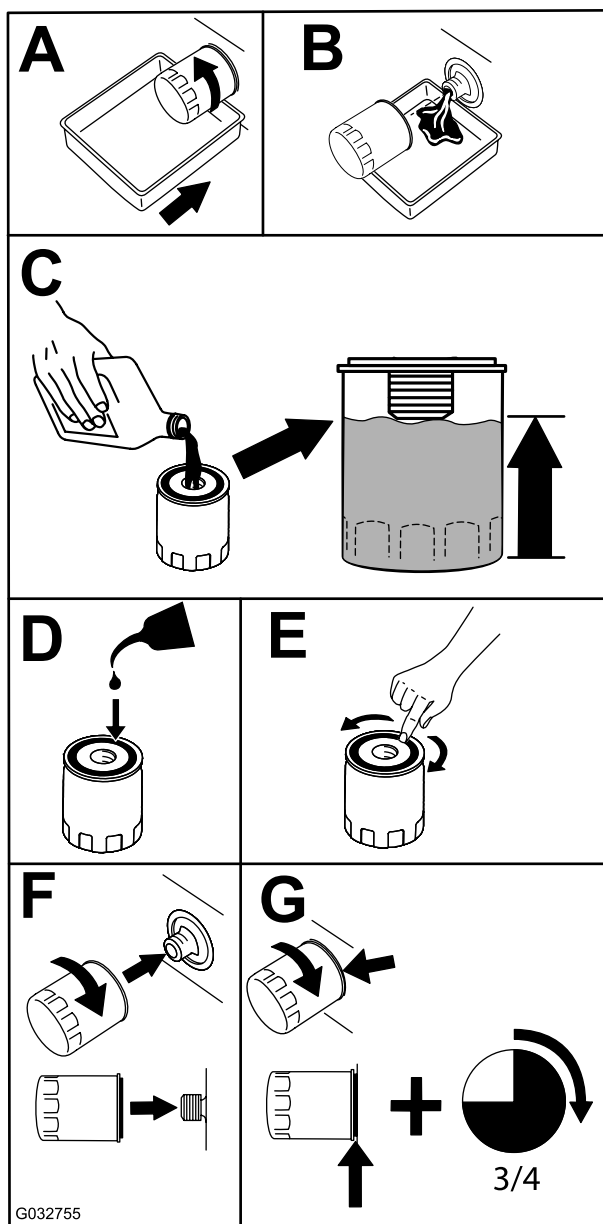

Figure 38
2. Remplacez le filtre à huile moteur (Figure 38).